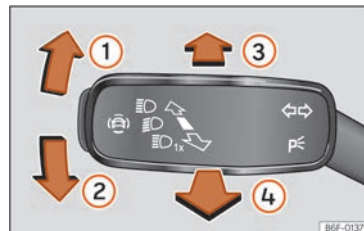

Fig. 72 Palanca de intermitentes y de luz de carretera.
- Desde la posición base, pulse hacia delante la palanca de los intermitentes y luz de carretera » » » fig. 72 .
- **O BIEN:** si el asistente de luz de carretera está conectado, tire hacia atrás de la palanca de los intermitentes y de luz de carretera » » » fig. 72 .